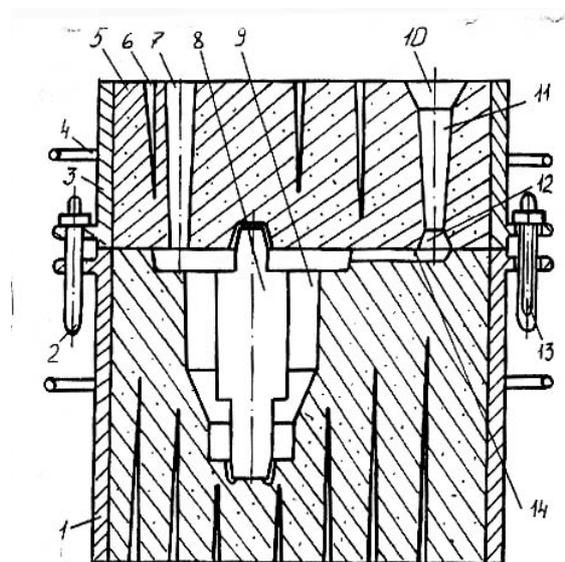

Рис. 18. Эскиз собранной литейной формы
- собрать литейную форму, установить ее под заливку, при необходимости поставить груз на верхнюю полуформу. Эскиз собранной литейной формы представлен на рис. 18.